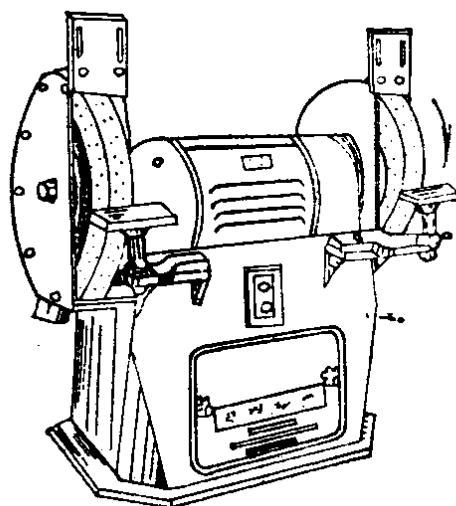

图1-3 砂轮机
砂轮机的形状如图1-3所示,它是用来刃磨錾子,刮刀,钻头、划针、样冲等刀具及工具的设备。也可用于磨去工件或材料的毛刺、棱边等。
(1) 砂轮的转向应使磨屑向下飞离砂轮,如图1-3中箭头所示;
(2) 启动砂轮机,需待砂轮转速达到正常值时再进行磨削;
(3) 磨削时,操作者要站在砂轮侧面,不要站在砂轮正面,以免砂轮因某种原因破裂后飞出伤人;
(4) 磨削时,要防止刀具或工件对砂轮发生剧烈地撞击或用力过大。若砂轮表面跳动严重时应及时修整;
(5) 砂轮与砂轮机搁架之间的距离,一般应小于3毫米,否则在磨削中容易使工件卡入其中,造成事故。